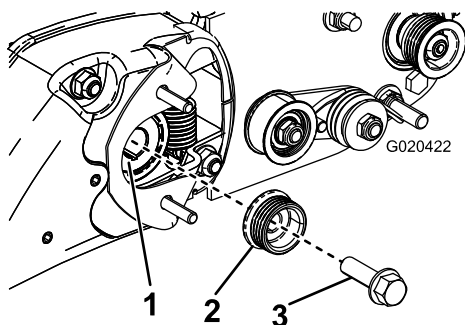

Figure 10
1. Retirez le boulon qui fixe la poulie du groomer à l'arbre d'entraînement et mettez-le au rebut (Figure 10).
- Fixez la poulie d'entraînement à l'arbre avec un boulon à embase ($\frac{3}{8}$ " x 2") (Figure 10). Serrez le boulon à un couple de 47 à 54 N·m.